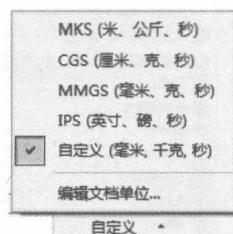

图 1-12 “单位系统”列表
- 单位系统：在编辑草图过程中，单击 **自定义** ▾ (单位系统) 按钮，可在弹出的列表中选择绘制草图的文档单位，如图 1-12 所示。